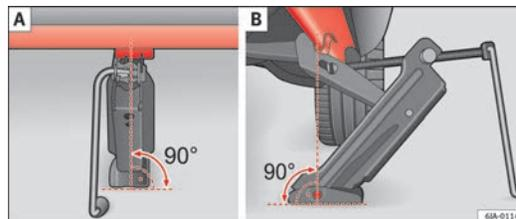

Fig. 133 Posizionamento del cric
- Regolare il cric in modo tale che la pinza abbracci il punto di appoggio del longherone inferiore ⇒ fig. 133 - B sotto l'incisione nel longherone inferiore.
- Assicurarsi che la base del cric sia appoggiata con tutta l'area su una superficie piana e sia in posizione verticale ⇒ fig. 133 rispetto al punto in cui la pinza si attacca al punto di appoggio del longherone.